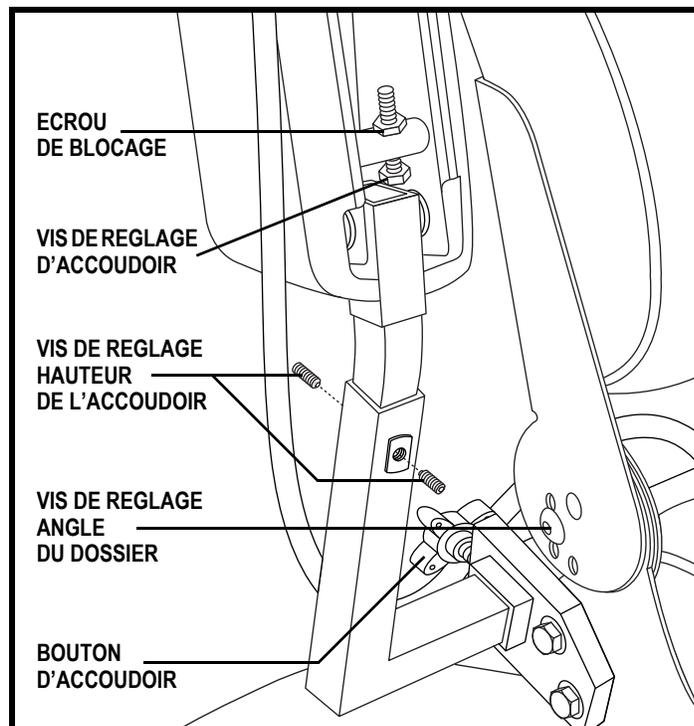

Figure 16. Réglage accoudoirs et dossier
1. Retirez la vis de réglage de l'inclinaison du dossier de chaque charnière. **Voir la figure 16.**
1. Repérez les deux boutons de réglage sur le support des accoudoirs. **Voir la figure 16.**
2. Élevez ou abaissez les accoudoirs vers le niveau désiré. **Voir la figure 16.**
2. Desserrez l'écrou de verrouillage. **Voir la figure 16.**
4. Tournez la vis de réglage pour soulever ou abaisser l'avant d'accoudoir. **Voir la figure 16.**